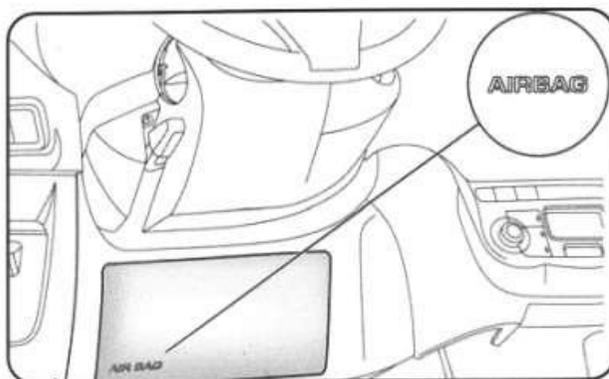

рис. 17
**ПОДУШКА БЕЗОПАСНОСТИ ДЛЯ ЗАЩИТЫ КОЛЕНЕЙ ВОДИТЕЛЯ (рис. 17)**